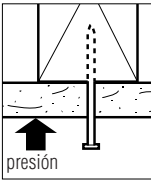

Fig. 18
**Remedio:** Al fijar con clavos, durante los golpes finales del martillo, aplique presión adicional con la mano al panel adyacente al clavo (Fig. 18), para que el panel quede en contacto con el bastidor.